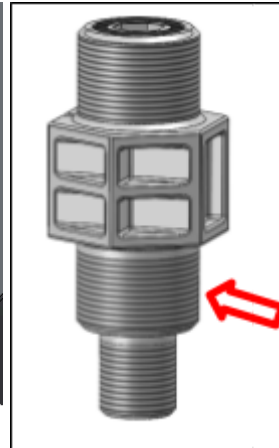

Abbildung 47.
13. Teflonband am Injektor anbringen: Wickeln Sie einige Lagen Teflonband um das Gewinde des Injektors. Dies sorgt für eine wasserdichte Verbindung. Siehe Abbildung 47.